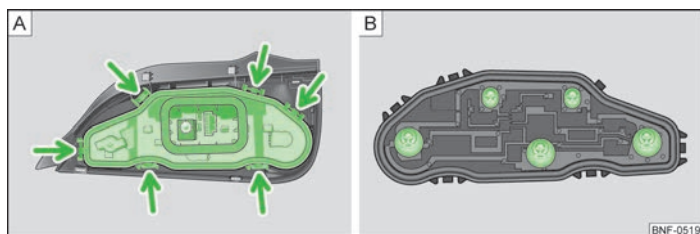

Fig. 127 Luz posterior: Cambiar bombillas
- Desbloquear el portalámparas en las bridas de enclavamiento (flecha) » fig. 127 - A y extraer el portalámparas de la luz posterior.
- Presionar la bombilla averiada en el portalámparas en el **sentido contrario** al de las agujas del reloj y sacarla » fig. 127 - B.